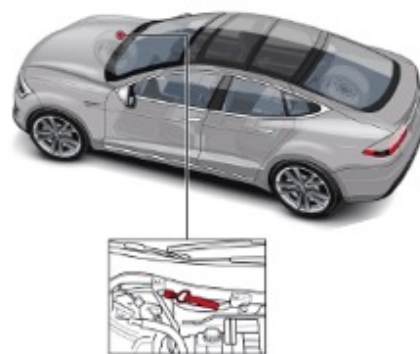

Figura 3. Conector de servicio
6) Desconectar primero el **cable de masa** de la batería, desconectar el conector de servicio figura 3 y esperar 2 minutos.